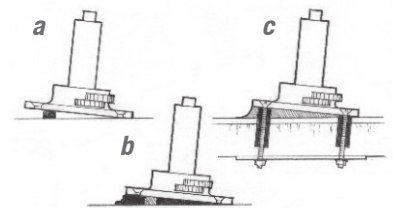

Figura 19 Apoye la base en posición con bloques. Rellenar el vacío con epóxico espesado.
2. Un pequeños bloques al sustrato para soportar la base a la altura y posición deseadas (por ejemplo, base de cabrestante, Figura 19-a).
4. Coloque el hardware en posición, apoyando sobre los bloques (Figura 19-b) e instale los sujetadores.
5. Suavice el exceso de epóxico en la forma deseada de filete alrededor de la base (Figura 19-c). Permita que el epóxico cure completamente antes de cargar. Proteja el epóxico expuesto de los rayos UV.